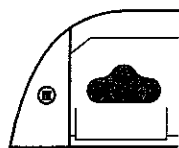

Figura 5
1. Inserte el extremo cuadrado de la llave en la abertura cuadrada ubicada abajo a la izquierda del respaldo de la distribuidora (figura 5).